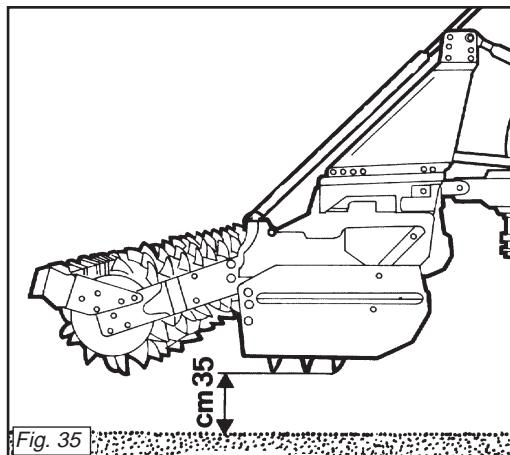

Fig. 35
Sollevarla sempre per i cambiamenti di direzione e le inversioni di marcia. Durante il trasporto, od ogni qualvolta si renda necessario il sollevamento dell'attrezzatura, è opportuno che il gruppo di sollevamento del trattore venga regolato in modo che la macchina stessa non sia sollevata da terra per più di 35 cm circa (Fig. 35).
*During transport, or whenever the implement must be raised, it is advisable to adjust the lift unit of the tractor so that the implement itself is not raised more than about 35 cm from the ground (Fig. 35).*
Das Gerät zum Ändern der Richtung und zum Wenden immer ausheben. Während des Transportes, jedesmal wenn das Ausheben des Gerätes erforderlich wird, sollte der Kraftheber des Schleppers immer so eingestellt werden, daß das Gerät nicht mehr als circa 35 cm Abstand vom Boden aufweist (Abb. 35).
*que le groupe de relevage du tracteur soit réglé de manière à la soulever au moins de 35 cm (Fig. 35).*
Durante el transporte, cada vez que se hace necesario alzar el equipo, es conveniente que el grupo de elevación del tractor se regule en modo tal que el equipo mismo no se alce desde el suelo más de 35 cm aprox. (Fig. 35).